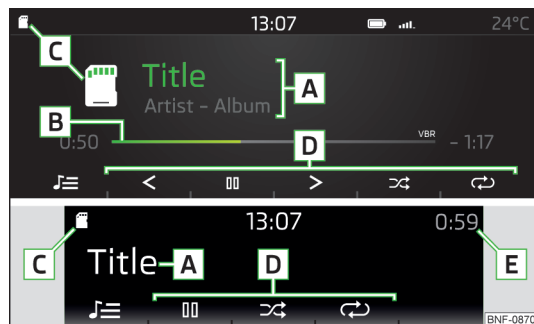

Fig. 103
**Meniul principal » fig. 103**